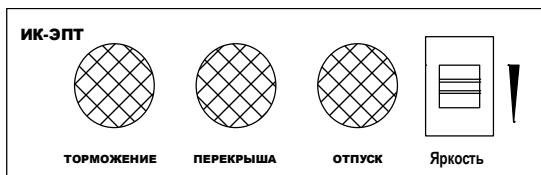

Рисунок 2
5.1.3 Вставить розетку XS1 в вилку XP1 (рисунок 2).